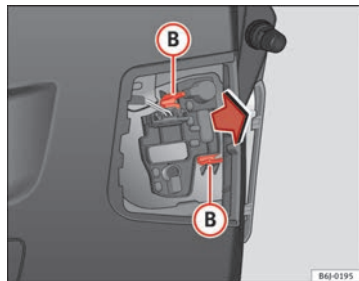

Fig. 172 Smontaggio del portalamпада
- Smontare il portalamпада premendo sui clip di fissaggio **(B)** ⇒ fig. 172 ed estrarlo all'esterno.